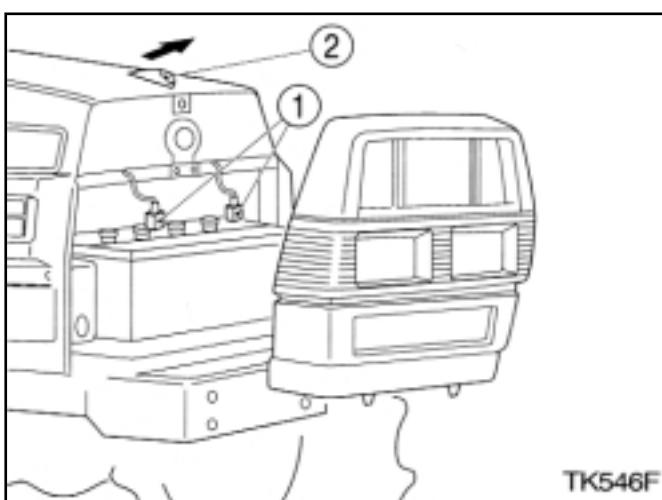

FIG. 96 / ABB. 96 / FIG. 96
Dépose de la grille frontale - tournez le loquet (2) dans la Fig. 96 d'un quart de tour dans le sens contraire des aiguilles d'une montre. Faites basculer le dessus de la grille vers l'avant et déconnectez les accouplements des câbles des feux (1). Soulevez la grille pour en désengager les crochets inférieurs et enlevez-la du tracteur.
Ausbau des Frontgrills - den Riegel (2) in Abb. 96 um 90° gegen den Uhrzeigersinn drehen. Den Frontgrill nach vorn kippen und die Scheinwerfer-Steckverbinder (1) abklemmen. Den Grill anheben, um die unteren Haken auszuhängen, und vom Traktor abnehmen.
Om de grille te verwijderen draait u de hendel (2) in Fig. 96 een kwartdraai naar links. Kantel de bovenkant van de grille naar buiten en maak de connectoren voor de bedrading van de koplampen (1) los. Til de grille op om de onderste haken los te maken en neem de grille van de tractor.